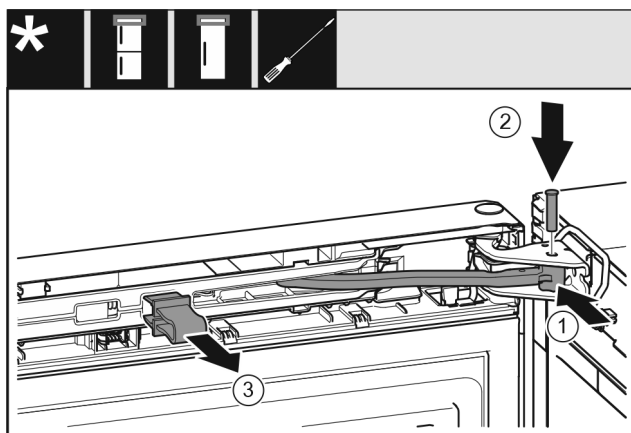

Fig. 30
- ▶ Otočte kĺb Fig. 30 (1) v ložiskovej konzole.
- ▶ Vložte čap Fig. 30 (2) do ložiskovej konzoly a kĺbu. Pritom dbajte na to, aby sa zaistovací doraz nachádzal správne v drážke.
- ▶ Odoberte poistku Fig. 30 (3).